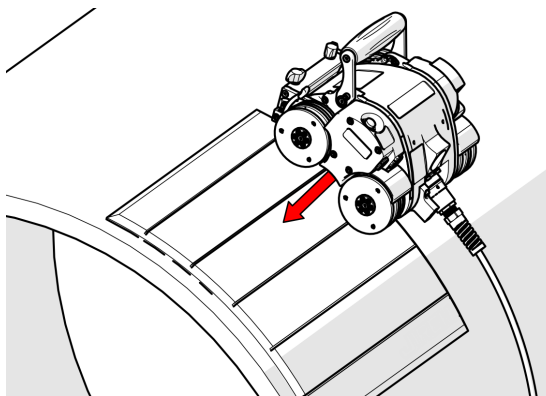

Abbildung 4-14 Absenken des Fahrwagens auf die Matte
6. Platzieren und halten Sie den MapROVER-Scanner auf der Installations-/Entnahmematte (siehe Abbildung 4-14 auf Seite 149).